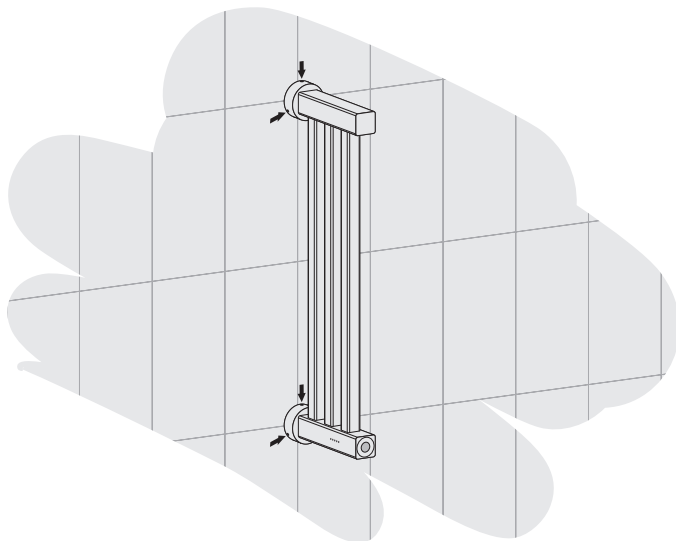

Рис.11
4.2.8. Произвести установку полотенцесушителя, используя стопорные винты (рис. 11).